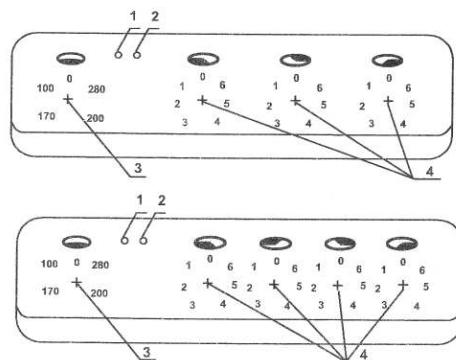

Рис. 2. Панель электроплиты (трех и четырехконфорочная)
5.4. Регулировка мощности электроконфорок осуществляется при помощи переключателей, ручки которых расположены на панели управления электроплиты рис.2.
5.6. Сигнальная лампочка жарочного шкафа рис.2 загорается при включении его на любую ступень мощности.
5.7. Регулирование мощности трубчатых электронагревателей жарочного шкафа производится переключателем мощности, ручка которого расположена на панели управления электроплиты, рис.2.